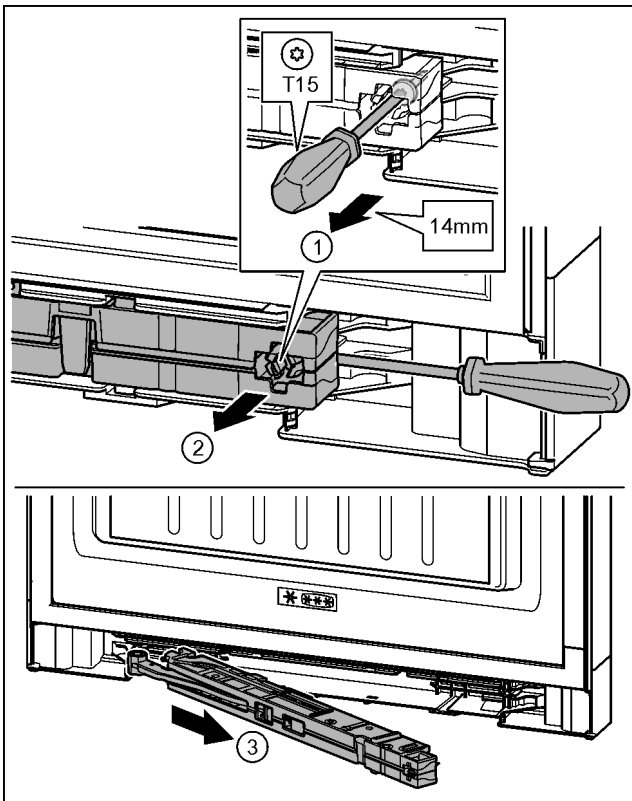

Fig. 19
- ▶ Suelte el tornillo en la unidad de amortiguador de cierre aprox. 14 mm con el destornillador T15. Fig. 19 (1)
- ▶ Desplácelo con un destornillador por el lado del tirador detrás de la unidad de amortiguador de cierre. Gire hacia delante la unidad. Fig. 19 (2)
- ▶ Extraiga la unidad. Fig. 19 (3)